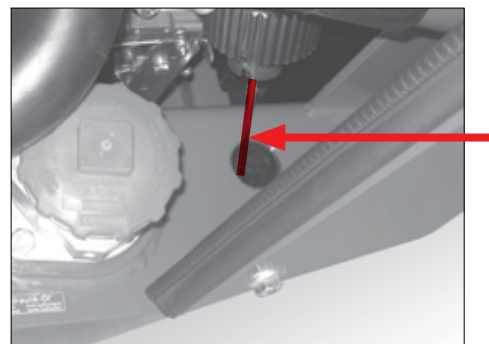

Fig. 102
5. Oliemålepinden sidder på undersiden af ventilationsfilteret. Skru ventilationsfilteret (Fig. 102) af.